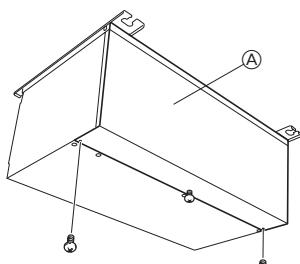

Fig. 9-1
1. Βγάλτε τις βίδες του καλύμματος. (Fig. 9-1)